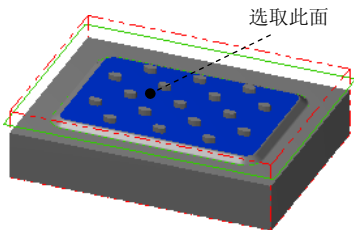
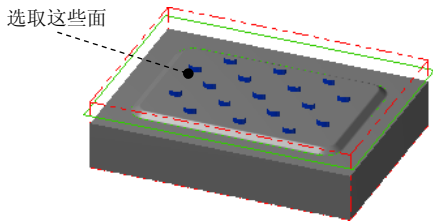

图 25.24 选取加工面
图 25.25 选取干涉面
Step2. 设置加工区域。在图形区中选取图 25.24 所示的曲面，然后按 Enter 键，系统弹出“刀具路径的曲面选取”对话框。单击 **干涉面** 区域的  按钮，在图形区中选取图 25.25 所示的曲面（共 17 个面），单击  按钮完成干涉面的选取，同时系统返回至“刀具路径的曲面选取”对话框。单击  按钮，系统弹出“曲面精加工环绕等距”对话框。